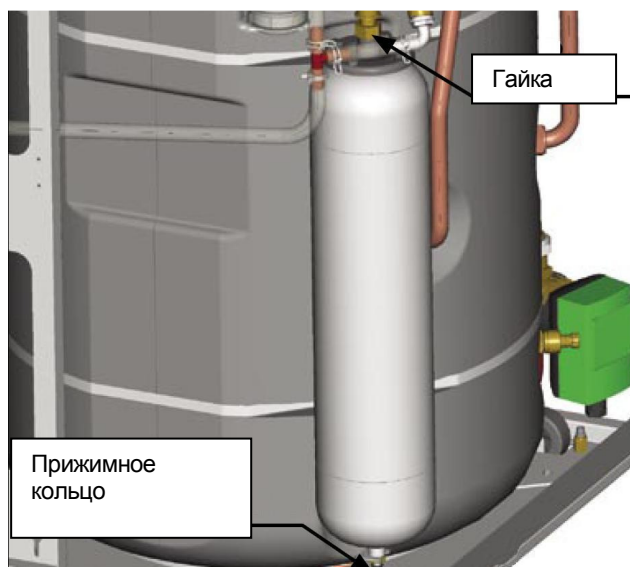

Рис. 32 Расширительный сосуд бытовой воды
- 2) Отпустить прижимное кольцо сосуда (Рис. 32)